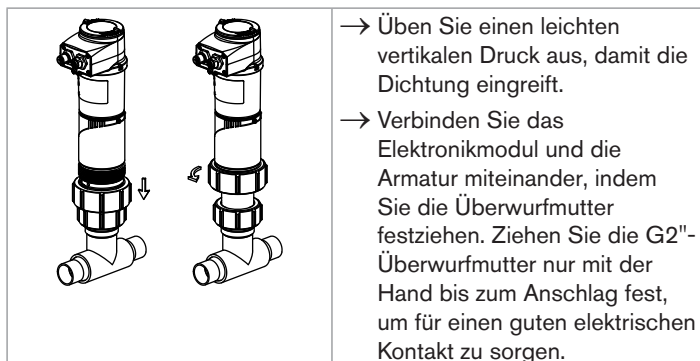

Bild 14: Anbringen des Elektronikmoduls auf der Armatur, nach Installation der Armatur auf dem Fitting (8202)
- Wenn die Sensorarmatur dicht ist, bringen Sie das Elektronikmodul wieder auf der Armatur an, wie dies in *Bild 14* angegeben ist.